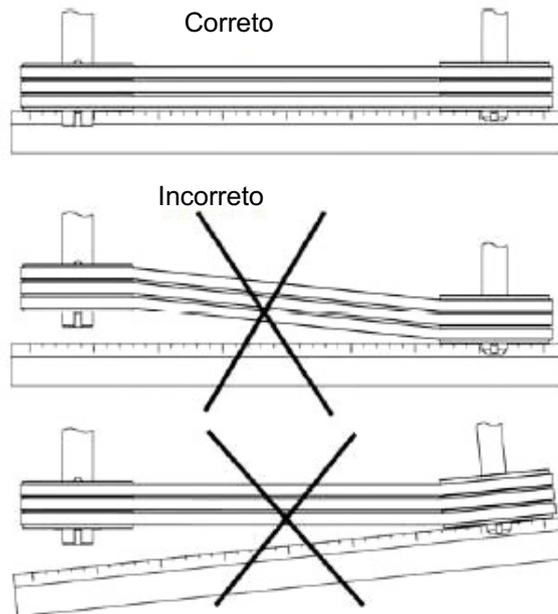

Fig. 27. Ajuste das polias
Quando as novas correias forem montadas, verifique o alinhamento das polias, verificando um medidor se estão paralelas umas às outras e se as suas ranhuras estão em linha (fig. 27). Quando foram ajustadas, rode a transmissão sem qualquer carga para permitir que as correias assentem nas ranhuras corretamente. As novas correias devem ser esticadas novamente após 50 horas de operação.
5. Ajuste a polia (fig. 27).